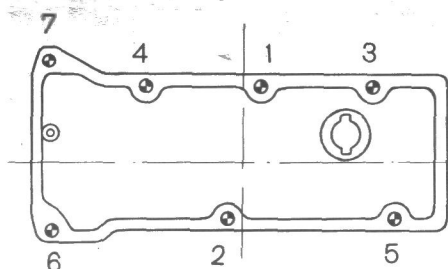

Рис. 77. Порядок затягивания гаек крепления крышки головки цилиндров двигателя ВАЗ-2105
1. Применена литая из алюминиевого сплава крышка головки цилиндров. Гайки крепления крышки затягиваются моментом 5 Нм (0,5 кгс·м) в порядке, указанном на рис. 77.